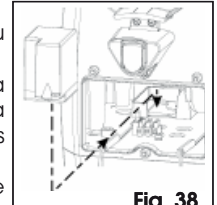

Fig. 38
2. Positionner le kit batteries à gauche du transformateur, voir Fig. 38.